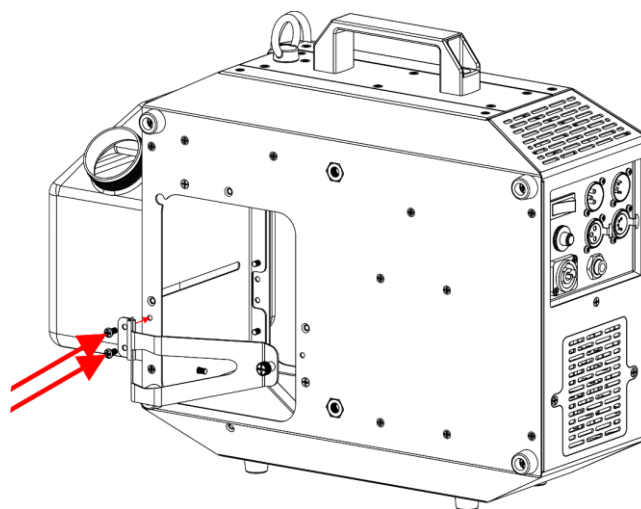

Abb. 15
10) Schrauben Sie die 2 Schrauben der Halierung in die Rückseite und montieren Sie die **Halierung für den Flüssigkeitstank (03)**, wie in Abb. 15 gezeigt.